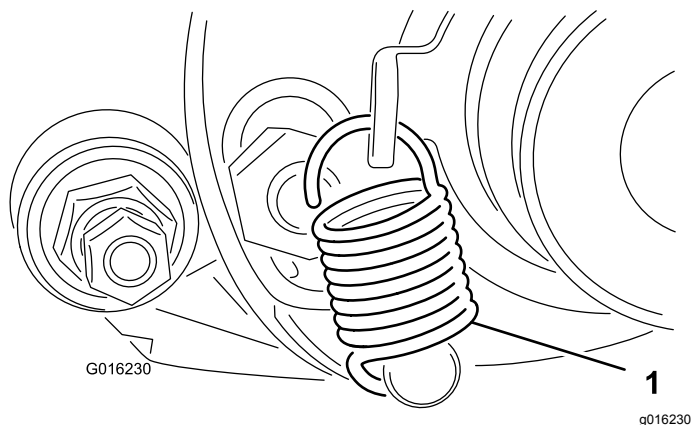

Bild 15
35. Drehen Sie die Spannscheibe, bis Sie die Feder des Ganghebels in das Loch in der Riemenscheibenhalterung und über den Bolzen einhaken können, wie in **Bild 15** dargestellt.